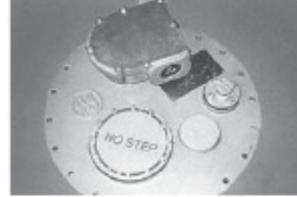
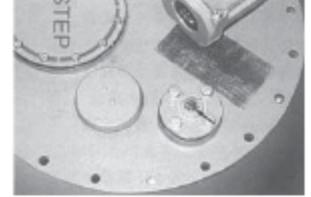

fig.16
fig.17
Soltar a porca de saída de ar (E1) da tampa do comutador e o parafuso M30 com porca rosqueada, utilizando uma chave inglesa para levantar o núcleo da válvula de extração de ar do comutador sob carga (fig.16)(fig.17). Esvaziar o tubo de conexão (S) através do parafuso de extração de ar localizado no cotovelo: porca da tampa M16, parafuso de extração de ar encaixado M6.